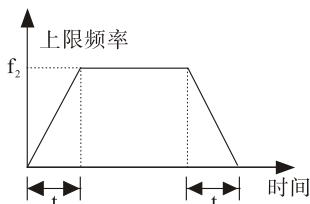

图6-1加减速时间示意
- 加速时间设定为[输出频率由0Hz加速至F015上限频率所需的时间]，如图6-1中t1所示。
- 减速时间设定为[输出频率由F015上限频率减速至0Hz所需的时间]，如图6-1中t2所示。